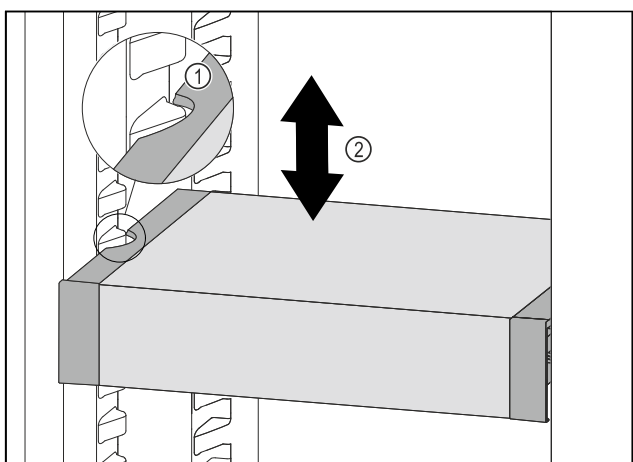

Fig. 103
- ▶ Predal VarioSafe povlecite v smeri naprej, dokler nista stranska izreza predala VarioSafe na višini nastavka za posodo v hladilniku. Fig. 103 (1)
- ▶ Predal VarioSafe premikajte v hladilniku gor ali dol, dokler ne dosežete želene višine. Fig. 103 (2)